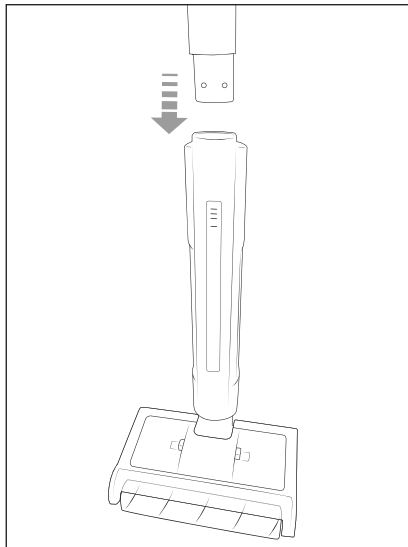

Fig. 1
- ◆ Enfoncez la poignée **1** sur l'appareil jusqu'à ce qu'elle s'enclenche de manière audible (voir fig. 1).